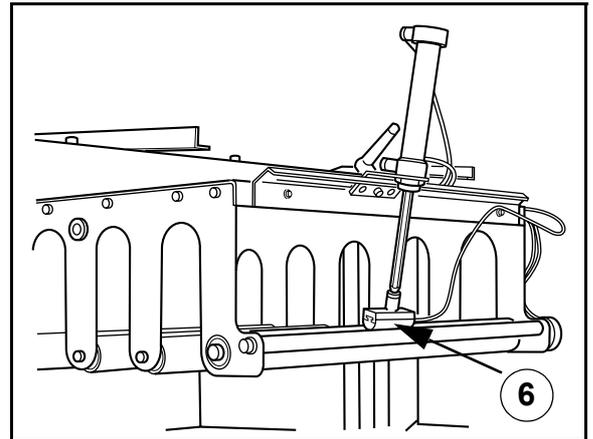

Fig. 22 Regolare il contatore a scintilla
- 6 Regolare l'elettrodo del contatore a scintilla in modo che la distanza tra elettrodo e asta sia di circa 2 mm. Fare riferimento a Fig. 22.